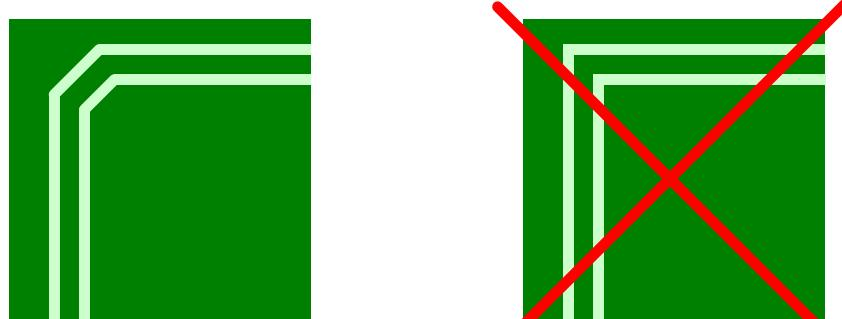

図6.7 差動信号伝送路の配線例（2）
- 配線を曲げる際には 135 度より大きい角度にしてください。 (図 6.7 差動信号伝送路の配線例 (2))